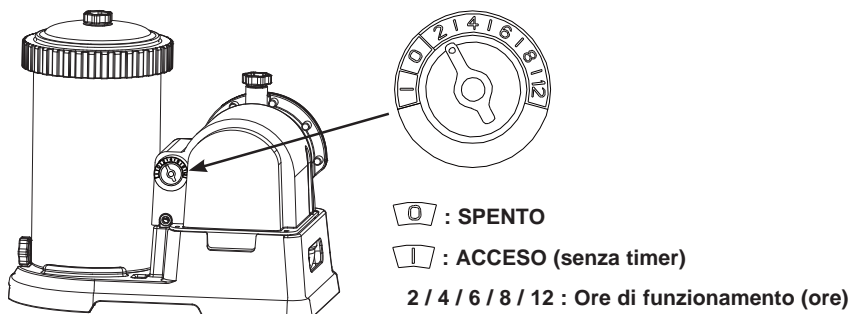

FIG 10
- A. Collegare il cavo di alimentazione alla presa di corrente e impostare la manopola del timer sulle ore di funzionamento desiderate. (**Vedi Fig. 10**). Vedere la tabella relativa al "Tempo di funzionamento" per la programmazione delle ore di funzionamento a seconda delle dimensioni della piscina.